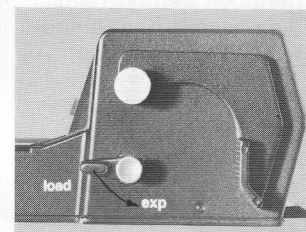

Fig. 9
4.2. Umschalthebel (23) auf «exp» (Fig.9). Formatmesssystem ist eingeschaltet.
4.2. Changeover lever (23) to «exp» (fig. 9). Film metering system is engaged.
4.2. Mettre le levier de commande (23) sur «exp» (fig. 9). Le système de mesure du format est ainsi enclenché.